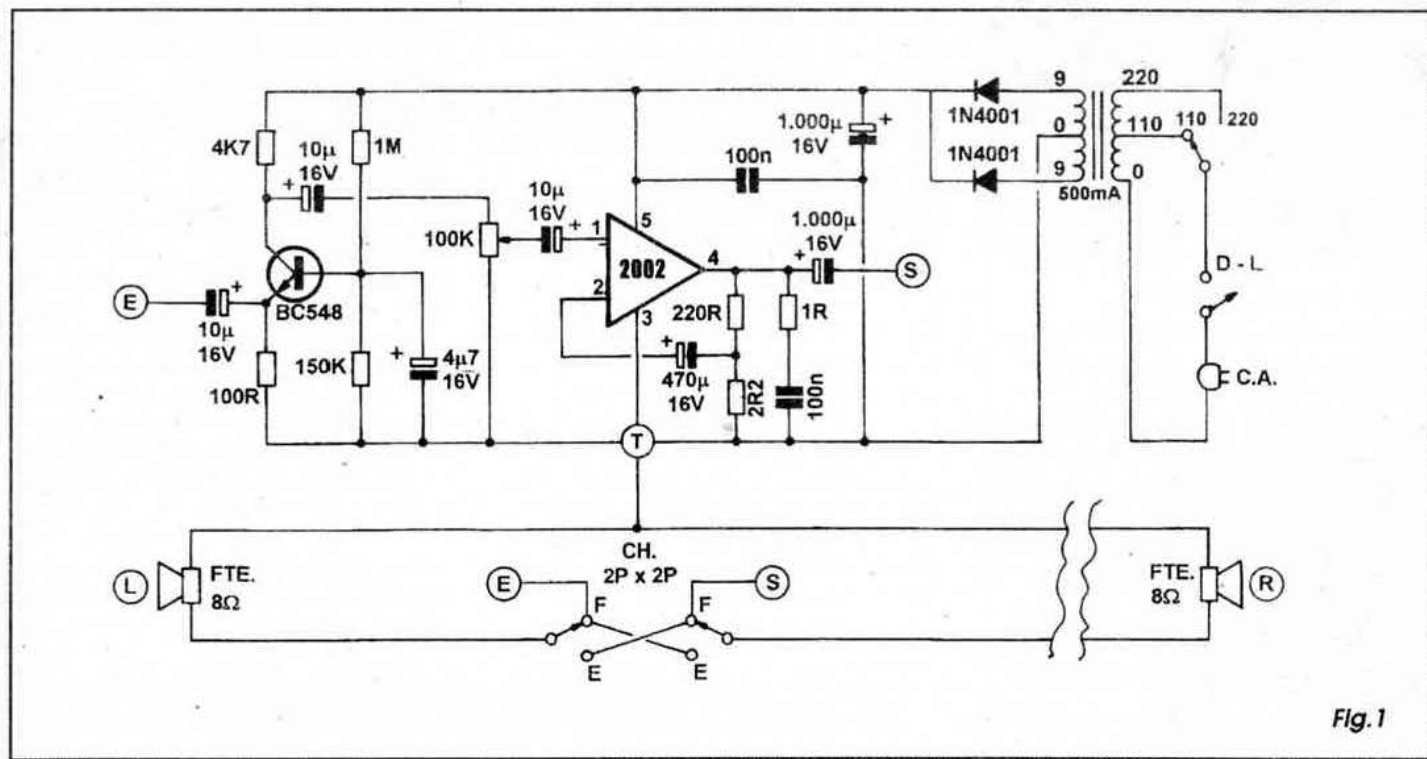

Fig. 1
- FIG. 1 - DIAGRAMA ESQUEMÁTICO DO CIRCUITO - A concepção modular embute o conceito de compactação, alto desempenho e grande facilidade de adaptação a múltiplas configurações externas ao circuito... Assim, optamos por um arranjo centrado num integrado amplificador de áudio de bom desempenho, baixo custo e fácil circuitagem: o 2002, originalmente desenvolvido para utilização em amplificadores automotivos (reforçadores de áudio para auto-rádios ou toca-fitas de veículos...), porém perfeitamente capaz de operar sob tensões outras (que não os originais 12 V presentes no circuito elétrico de um carro...) e sob condições circuitais diferenciadas... Esse integrado (que, fisicamente, parece um transistor de potência comum, a não ser pelas suas 5 pernas - no lugar das 3 normalmente mostradas pelos transistores...) permite a implementação de um completo amplificador, de excelente ganho, sensibilidade e potência, com o auxílio de um mínimo de componentes externos (conforme se vê do diagrama...), pouco mais de meia dúzia de resistores e capacitores comuns e baratos... O 2002 pode funcionar sob alimentação C.C. dentro da faixa que vai desde 6 volts até 18 volts (com a potência final máxima a ser esperada, dependente da exata tensão de alimentação...). Como num sistema de intercomunicação ponto-a-ponto típico a necessidade de potência final não é assim tão exagerada, preferimos manter a alimentação num nível intermediário, 9 volts nominais, fornecidos por fonte simples